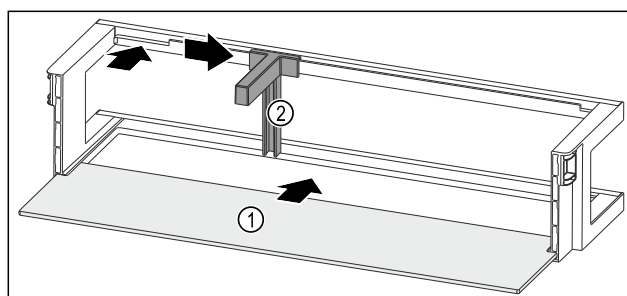

Fig. 165 Durvju plaukts ar plauktu
- Iebīdiet plauktu Fig. 165 (1) sānu padziļinājumos.
- Ievietojiet pudeļu turētāju Fig. 165 (2) padziļinājumā.
- Pabīdiet pudeļu turētāju Fig. 165 (2) vajadzīgajā pozīcijā uz sānu.